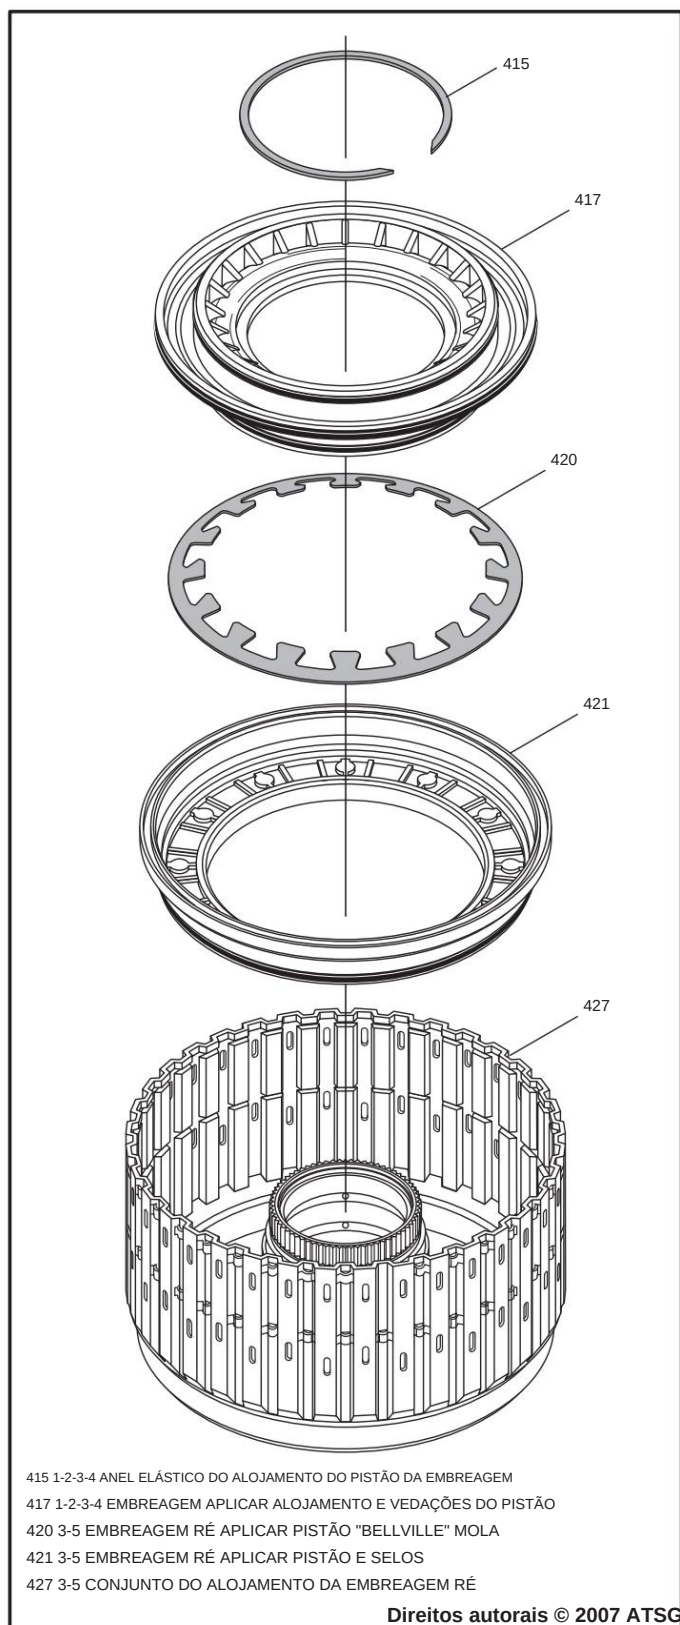

Figura 95
10. Lubrifique a vedação externa e ambas as superfícies da vedação interna do conjunto do pistão reverso 3-5, conforme mostrado na Figura 95.
11. Instale o pistão de aplicação da embreagem de ré 3-5 na carcaça da embreagem de ré 3-5, conforme mostrado na Figura 95.
12. Instale a mola de retorno "bellville" da embreagem de ré 3-5, conforme mostrado na Figura 95.
13. Lubrifique todas as três vedações da embreagem 1-2-3-4 alojamento do pistão, conforme mostrado na Figura 95.
14. Instale a carcaça do pistão da embreagem 1-2-3-4, conforme mostrado na Figura 95.